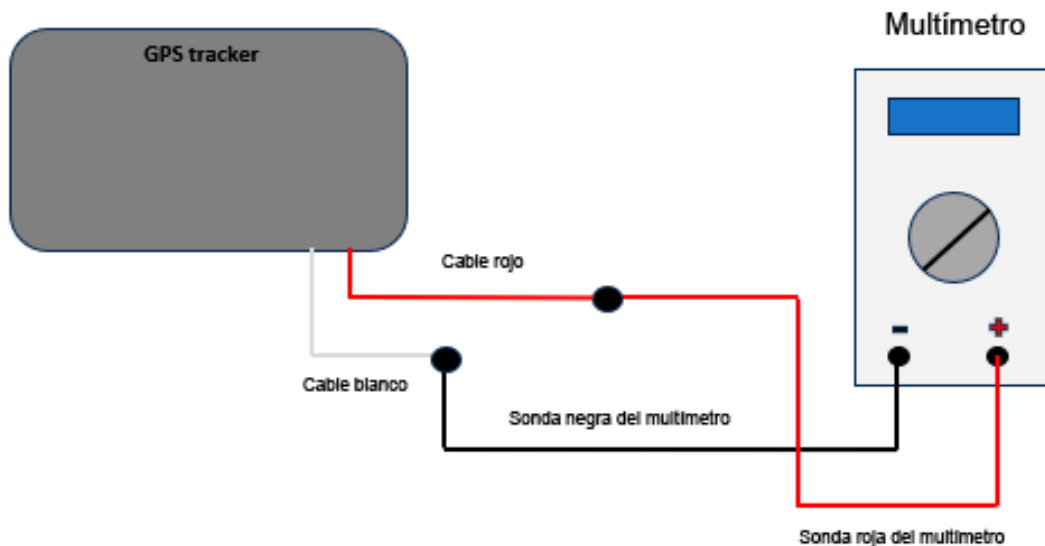

Fig.3 Diagrama de conexión
2. Monte el circuito de conexión de acuerdo con la "Fig. 3 Diagrama de conexión".